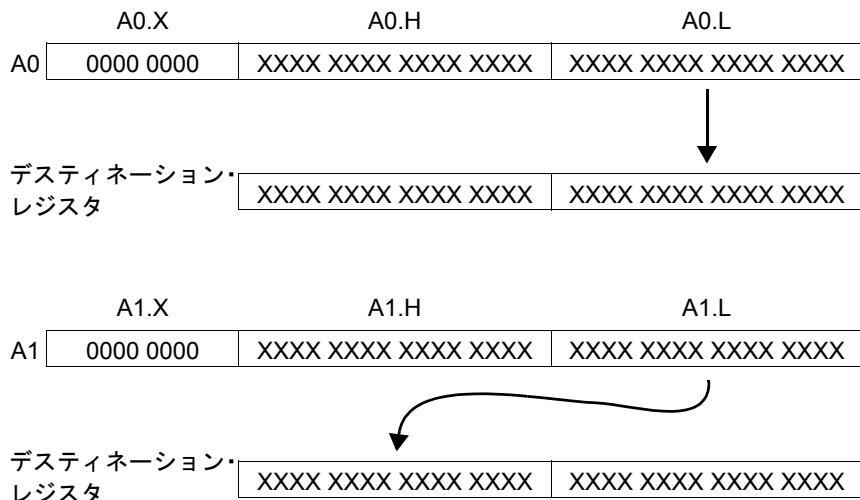

図 2-15. 整数オペランドの乗算
- 乗算で整数オペラントを使用する場合には、結果の下位ハーフが抽出され、16ビットのデスティネーション・レジスタに格納されます。これらの抽出では、選択されたデータ型に対して結果として得られる16ビット・ワードで最も有益な情報を提供します（図 2-15 を参照）。